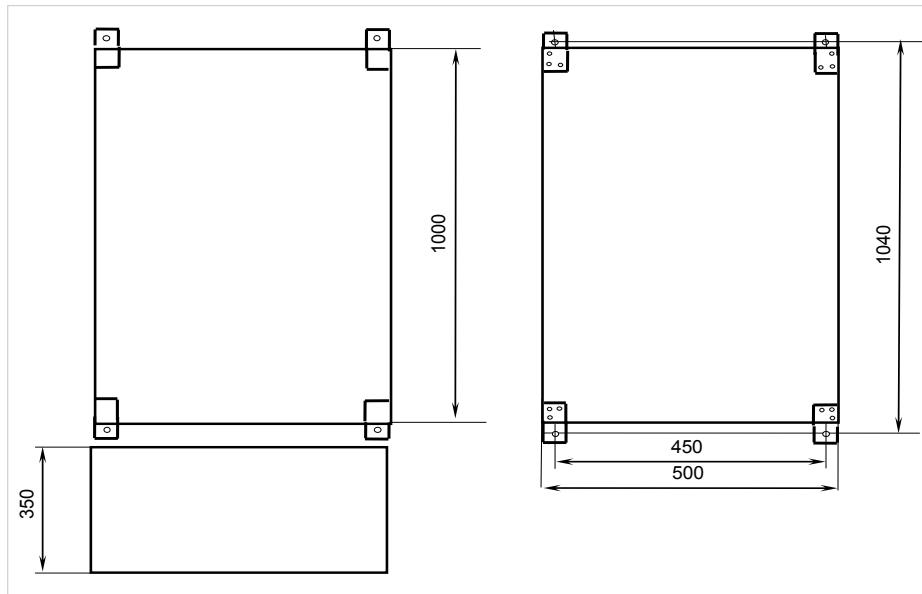

Рисунок 43. Внешний вид и габаритные размеры шкафа контрольно-пускового «ШКП-250»
- Наметьте на стене места для четырех установочных отверстий в соответствии с габаритным чертежом (см. рис. 43).